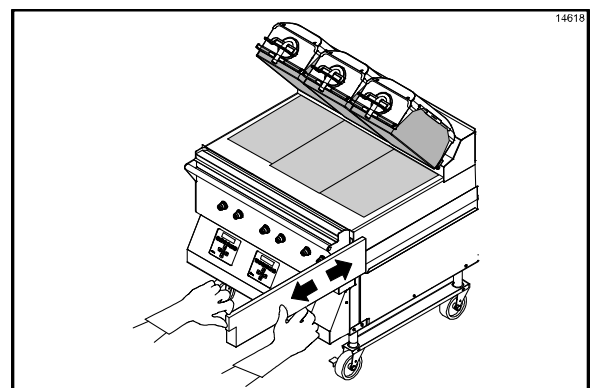

Abbildung 40
7. Die Fettsammelbehälter herausnehmen, ausleeren und wieder einbauen. (Siehe Abbildung 40.)